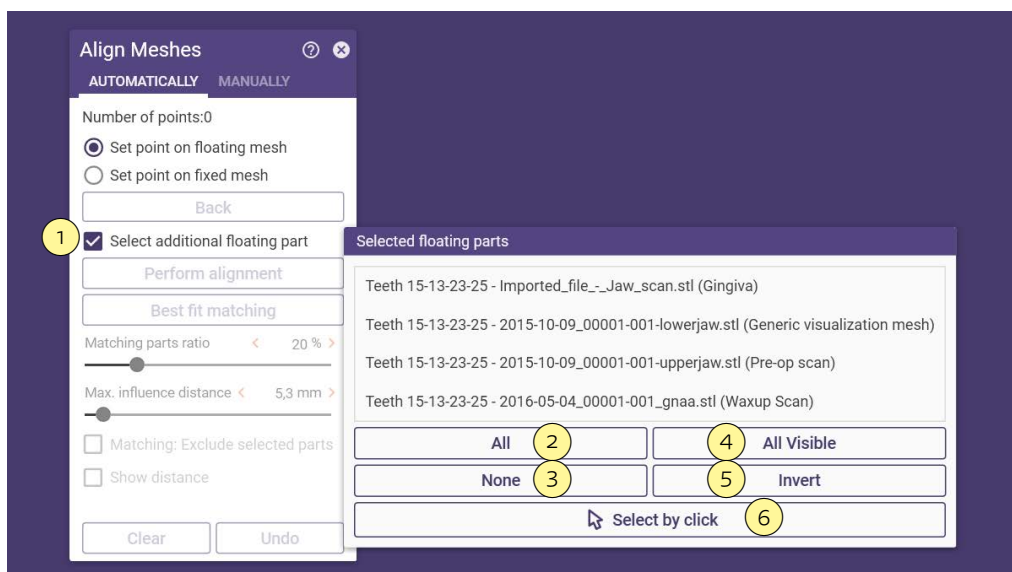

Abb. 26.16: Meshes ausrichten - Zusätzliche bewegliche Teile auswählen
Sie können zusätzliche bewegliche Teile auswählen, die in den Ausrichtungsprozess einbezogen werden sollen, indem Sie das Kontrollkästchen ZUSÄTZLICHE BEWEGLICHE TEILE AUSWÄHLEN aktivieren (1). Dadurch wird das Fenster AUSGEWÄHLTE BEWEGLICHE TEILE geöffnet (siehe Abbildung 26.16). Wenn Sie in der Hauptansicht mit der Maus über ein Mesh schweben, wird es in der Liste der beweglichen Teile hervorgehoben.
- Wählen Sie alle Teile in der Liste aus, indem Sie auf ALLE klicken (2).
- Heben Sie die Auswahl aller Teile in der Liste auf, indem Sie auf KEINE klicken (3).
- Wählen Sie alle sichtbaren Teile in der Liste aus, indem Sie auf ALLE SICHTBAREN klicken (4).
- Invertieren Sie die aktuelle Auswahl, indem Sie auf INVERTIEREN klicken. (5).
- MIT KLICK AUF OBERFL. MARKIEREN (6) ermöglicht es Ihnen, einzelne Teile durch Anklicken in der Hauptansicht auszuwählen. Halten Sie **STRG** gedrückt, während Sie klicken, um die Auswahl eines ausgewählten Teils aufzuheben.